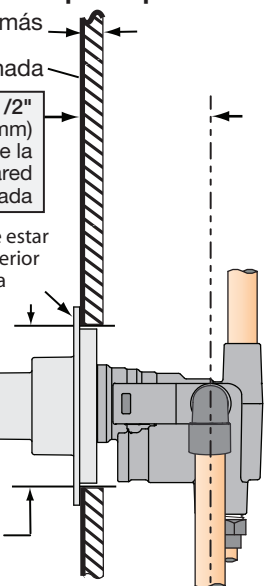

Figura 2 Válvula de montaje
- Considere si debe usar la placa de montaje al revisar la siguiente figura 2.
- Refiérase a la figura 2 para determinar si se requiere la capa.
Instale a través del hoyo cortado en la pared como se especifica en la figura 2 debajo de la ilustración de la dimensión en la página 4.